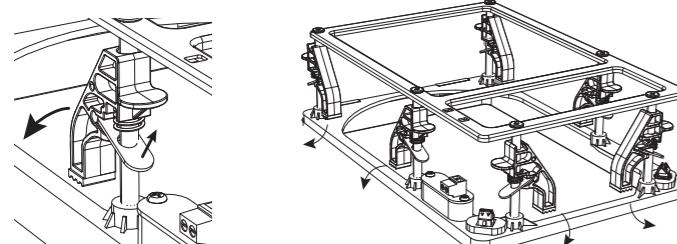
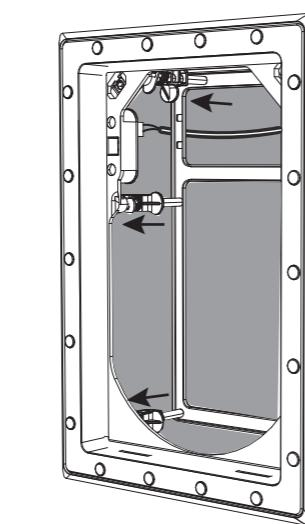

図 9. 取り付け位置からの取り付けクランプの調整
図 11. 壁にしっかりと固定されたフレーム
2. フレームの内側に手を伸ばし、取り付けクランプを「クランプ」位置まで回転させます。この位置で、開口部の背面にクランプ力を加えることができます(図 9 および 10)。フレームを押し込み、各クランプを締めて、フレームが所定の位置に固定されるようにします(図 11)。